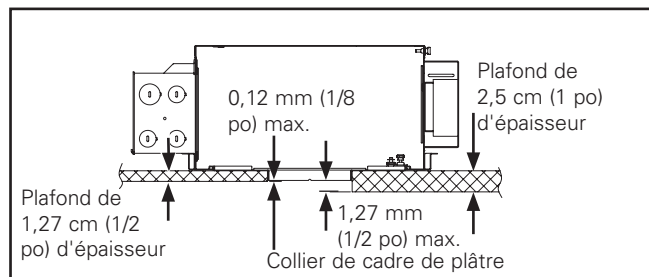

Figure 3.
- Pour obtenir des performances optimales, la plateforme de boîtier doit être installée avec le bord du collier de cadre de plâtre affleurant à 1,27 cm (½ po) du bas du plafond fini. La plateforme de boîtier est conçue pour des plafonds de 1,27 cm (½ po) à 2,54 cm (1 po), en utilisant le collier de cadre de plâtre standard (Figure 3.).